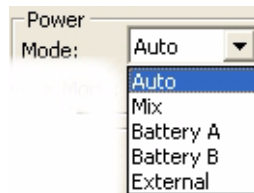

Рисунок 2-5. *Power mode*
5. В закладке *General* в самораскрывающемся списке *Power* выберите необходимый источник питания (Рисунок 2-5):